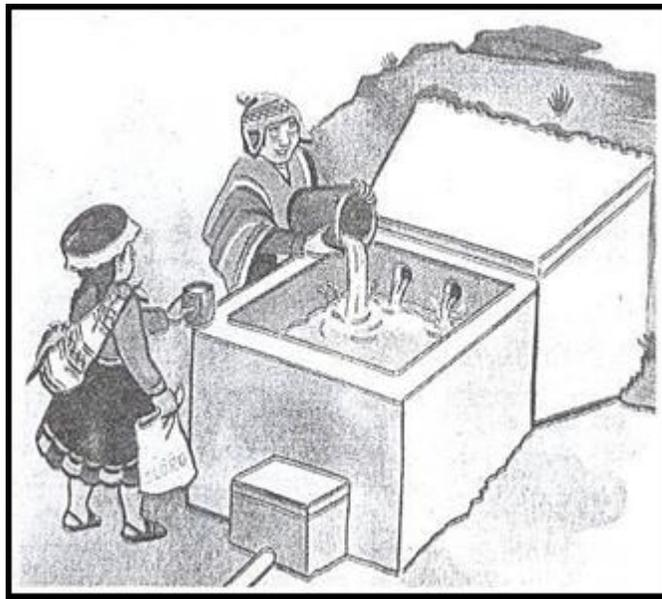

Figura 1. Preparar solución 50 ppm en la caja de captación. Luego abrir lentamente la válvula de salida de la captación para llenar la tubería
- Llenar la tubería con la solución de hipoclorito con una concentración de 50 partes por millón y mantenerla por un tiempo de cuatro (4) horas (figura 1).